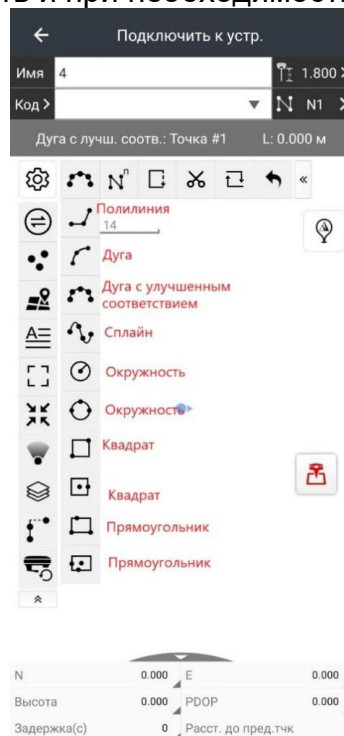

Рисунок 4.4.12
2. Можете выбрать тип линии, который необходим (Рисунок 4.4.12), и начать съемку. Типы линий делятся на две группы: незамкнутые линии, и замкнутые (фигуры). Все последующие точки будут объединяться в одну линию. Линии можно завершать, замыкать и при необходимости удалять.